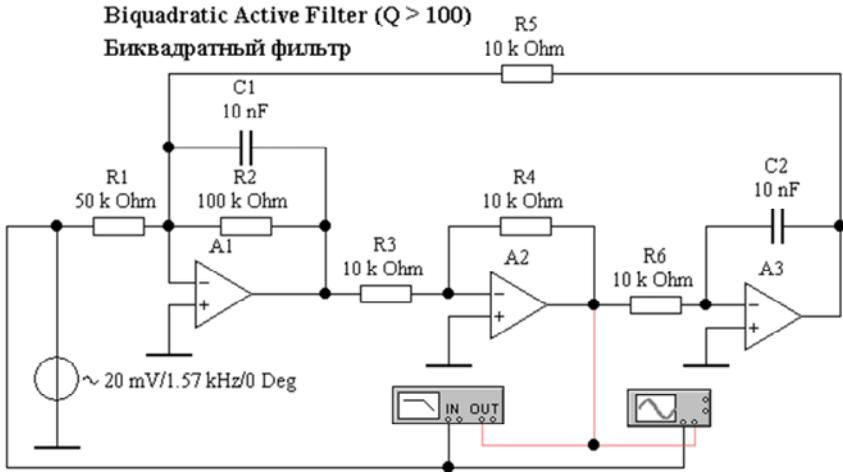

Рис. 9.9. Биквадратный фильтр (файл **banda8.ewb**)
10. Исследовать биквадратный фильтр (файл **banda8.ewb**, рис. 9.9).